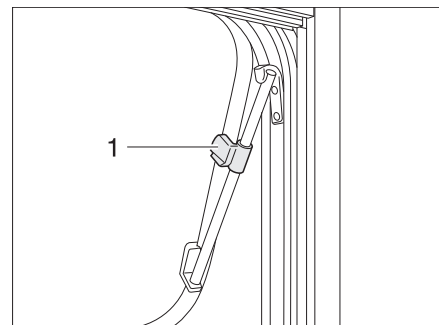

Fig. 36 Fenêtre projetante avec bras pivotants, ouverte
- Ouvrir la fenêtre projetante jusqu'à la position voulue et la bloquer avec la molette (Fig. 36,1).
- Tourner la molette (Fig. 36,1) jusqu'à ce que le dispositif de blocage soit libéré.